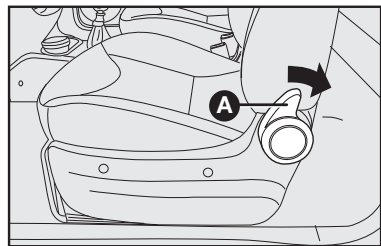

fig. 10
## ACCESO A LOS ASIENTOS TRASEROS (versiones con 3 puertas) - fig. 10
- Accione la palanca **A-fig. 10** en el sentido de la flecha, manteniéndola accionada e incline el respaldo hacia adelante, hasta que alcance el final del recorrido.